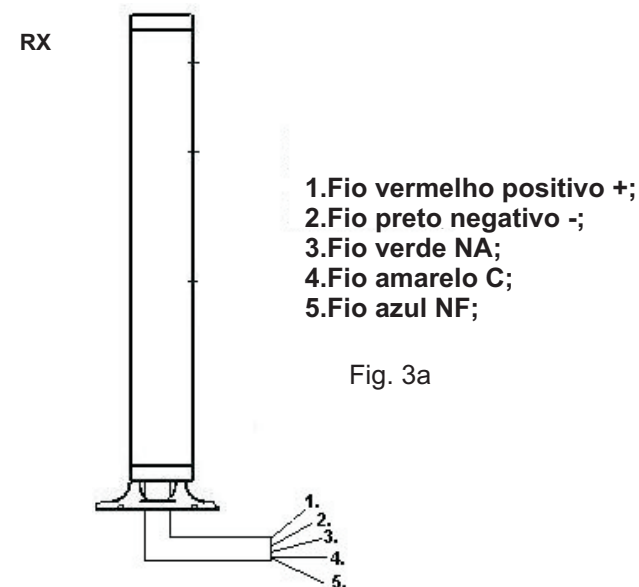
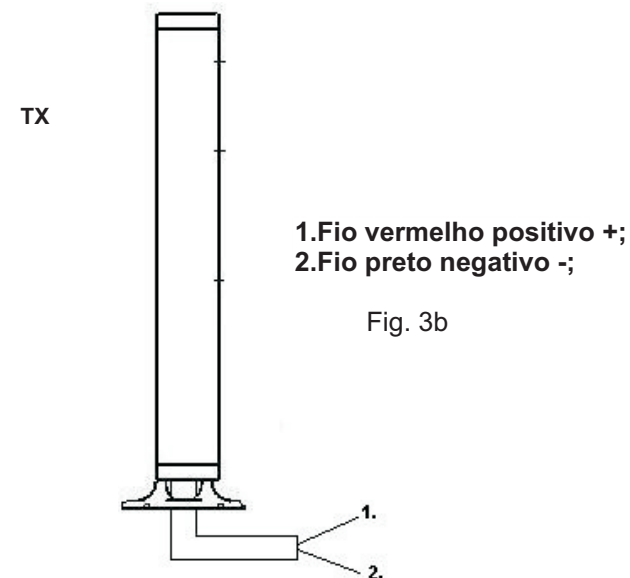

Fig. 3a
Fig. 3b
- Alimente os sensores de acordo com o recomendado(Fig. 3a e Fig. 3b);